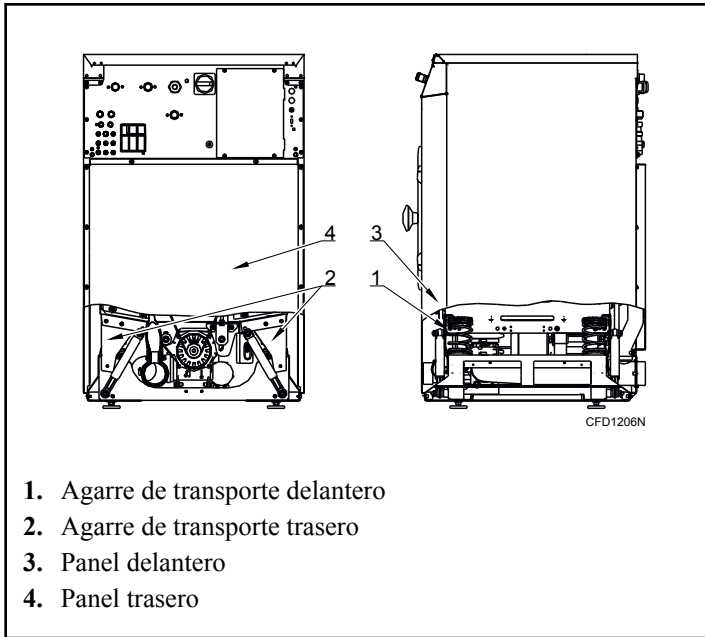

Figura 7
1. Retire el panel delantero y el trasero, consulte *Figura 7*.